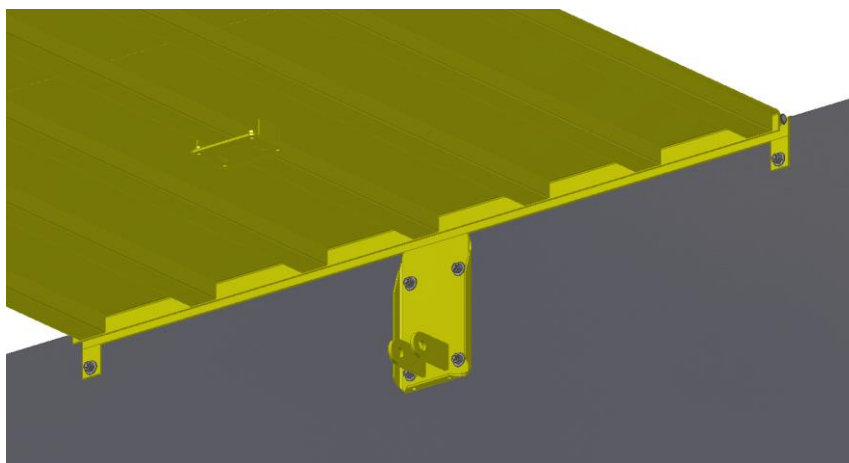

Figura 9: Aplicação dos chumbadores na parede da doca
-Após a fixação dos chumbadores superiores no piso da doca, devem ser aplicados os chumbadores tipo PBA nas furações disponíveis junto à parede da doca (Figura 9). A furação para aplicação dos chumbadores deve ser realizada transpassando a furação existente na estrutura da niveladora de docas, os quais podem variar de acordo com cada configuração de equipamento. Para esta furação utilizar a broca de 13mm com profundidade de furo de 100mm. Antes de fazer qualquer operação sob a niveladora, conferir se a mesma está devidamente fixada no equipamento de elevação, para garantir assim que não haja a possibilidade de a mesma cair sobre o operador.